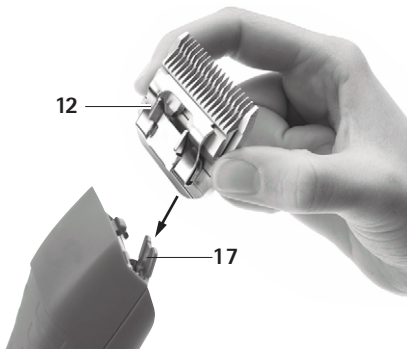

Abb. 2
- Scherkopf 12 auf geöffnetes Messerscharnier 17 stecken, siehe Abb. 2.
- Scherkopf 12 leicht in Richtung Schermaschine DURATI drücken, siehe Abb. 2.